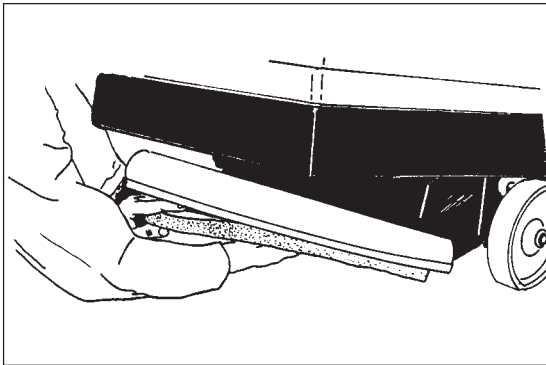

Figure 20
5. While holding the pad retainer (page 38 , item #42) with one hand, rotate the pad and pad driver counter clockwise to loosen the pad retainer. See Figure 20.
5. Tout en maintenant d'une main la fixation du disque (page 36, item #42), faites tourner le disque et le porte-disque dans le sens anti-horlogique pour desserrer la fixation. Voir figure 20.